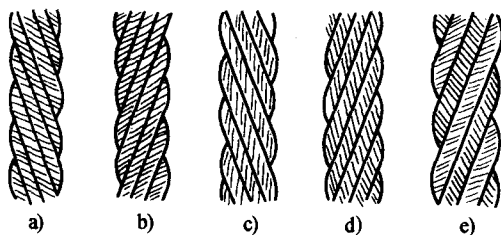

图 1—3 钢丝绳的捻向
1) 按绕捻方法不同可分为左同向捻、右同向捻、左交互捻、右交互捻和混合捻等，如图 1—3 所示。钢丝绳的捻向与钢丝绳股捻向相反的称交互捻钢丝绳；若两者方向一致，则称为同向捻钢丝绳；相邻两股钢丝的捻向相反的钢丝绳称为混合捻钢丝绳。